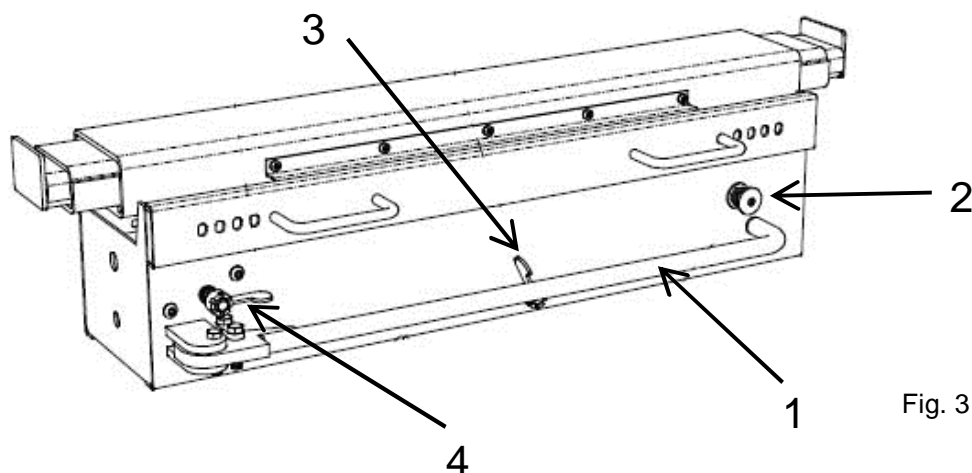

Fig. 3
- Sluit het daalventiel (pos. 4, fig. 3) door de level met de klok mee te draaien.
- Handbediende hefbrugkriks: Breng de heftafel met behulp van de pomphendel (pos. 1, fig. 3) in de gewenste positie.
- Luchtbediende hefbrugkriks: Druk op de drukknop (pos. 2, fig. 3) welke zich aan de rechterkant van de hefbrugkrik bevindt totdat de gewenste hoogte is bereikt.
- Ontgrendel de veiligheidsaanslag door de draaiknop (pos. 3, fig. 3) volledig met de klok mee met de rechterhand.
- Wanneer gelijktijdig de daalventiel draaiknop (pos. 4, fig. 3) met de linkerhand een beetje tegen de klok in gedraaid wordt, zal de krik gaan dalen.